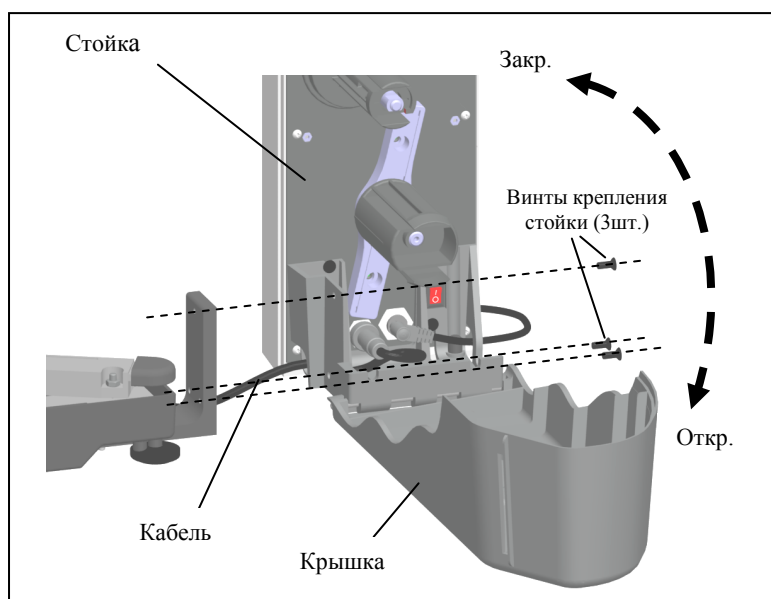

Рис. 3.2 - Сборка весов
3.3 Протянуть кабель внутри стойки и подключить к терминалу (Рис. 3.2).